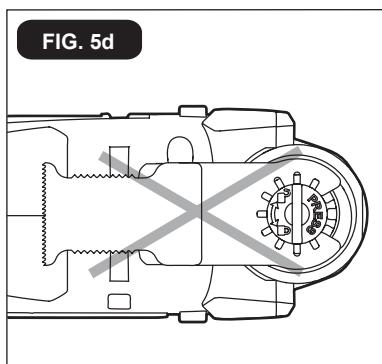

FIG. 5d
**! ADVERTENCIA** La cuchilla nunca debe fijarse de forma que quede orientada hacia atrás, ya que su uso en esta posición podría causar lesiones graves (FIG.5d).